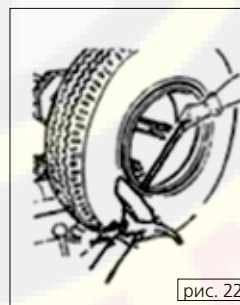
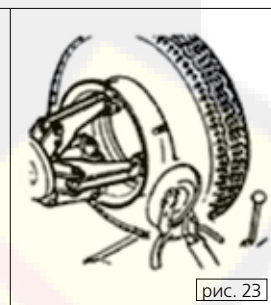

рис. 22
рис. 23
- (5) Подцепите край разъемного кольца монтировкой (рис. 22), и, удерживая его, подведите диск для отрыва борта под образовавшийся зазор между кольцом и диском колеса. Вращайте колесо против часовой стрелки, чтобы полностью снять разъемное кольцо.
(6) Вставьте ниппель внутрь диска. Будьте осторожны – не повредите ниппель.
(7) Переведите инструментальную консоль (9) в исходное положение, а затем – к внутренней стороне колеса.
(8) Опустите инструментальную консоль в рабочее положение.
(9) Установите диск как можно ближе к шине, отделите половину окружности шины от диска (рис. 23).
(10) Верните инструментальную консоль в исходное положение.
(11) Опустите консоль зажимного устройства, чтобы установить колесо на платформу. Демонтаж шины завершен.